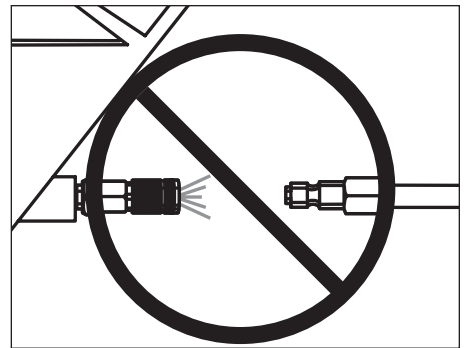

Figura 2
*Siempre ajuste la herramienta con un conector o acoplador de mangueras colocado en o cerca de la herramienta de un modo tal que se descargue todo el aire comprimido en la herramienta en el momento en que se desconecte el conector o acoplador. No use una válvula de chequeo o ninguna conexión que permita que el aire permanezca en la clavadora. Se puede producir la muerte o lesiones personales graves. Ver Figura 2 en la página 42.*